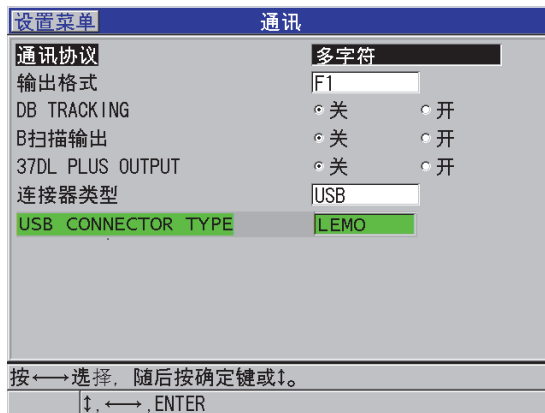

图 9-3 更改通讯参数
3. 在**通讯**屏幕中（参见第 140 页的图 9-3）：